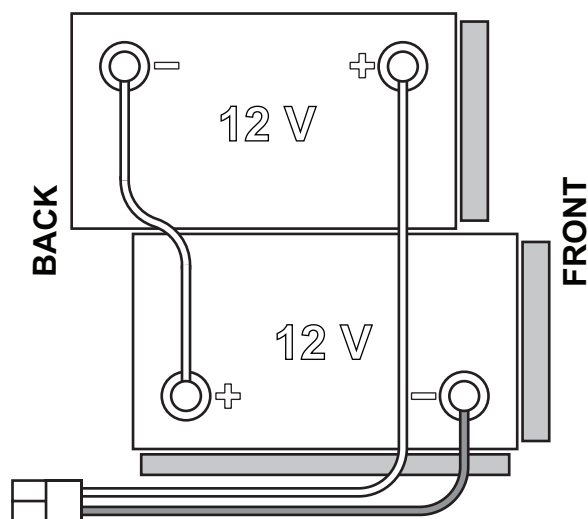

Рис. 1
Для машины необходимы 2 аккумулятора 12 В., подключенные согласно схеме, указанной на рис. 1.
1. Вытащите ключ пользователя (51).
2. Отсоедините соединитель аккумуляторной батареи (9).
3. Поднимите крышку (34) и проверьте, что бак (33) пуст, иначе опорожните его с помощью сливного шланга (12).
4. Закройте крышку (19).
5. Возьмитесь за ручку (16) и осторожно поднимите бачок (33).
7. Подведите и установите кабель как показано на рис. 1, а затем затяните фиксирующие гайки на клеммах.
8. Установите защитный колпачок на каждую клемму и подсоедините коннектор аккумулятора (9).
9. Возьмитесь за ручку (16) и осторожно опустите бачок (33).